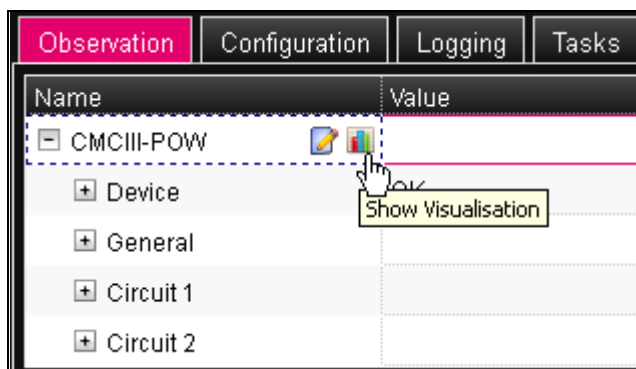

Imagen 31: Símbolo «Gráfico»
- Haga clic sobre el símbolo «Gráfico» detrás de la entrada «CMC III-POW» en forma de diagrama estilizado (imagen 31). La indicación cambia al modo de representación gráfica.